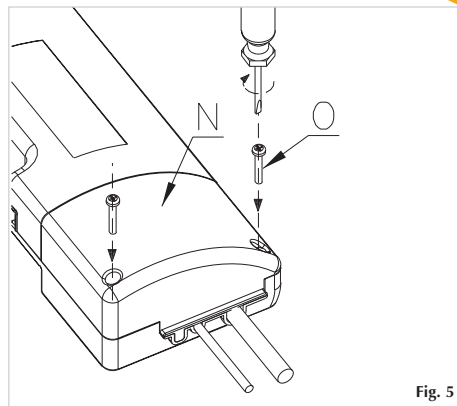
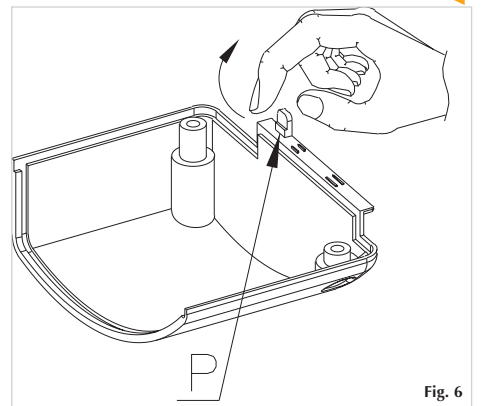

Fig. 5
Fig. 6
- 17) Fermer le fin de course à travers le couvercle en plastique (N) et puis serrez les deux vis (O), vérifier la disposition correcte des câbles (voir figure 5). En présence de moteur avec de l'électro-frein, enlever le pin (P) sur le couvercle en plastique (voir figure 6).
- 17) Close the limit switch through the plastic cover (N) and then tighten with the two screws (O), checking the correct disposition of the cables (see figure 5). In presence of motor with electrobrake, remove the pin (P) on the plastic cover (see figure 6)
- 5) Close the limit switch using the plastic cover ( N ) ( see figure 5 ).
- 5) Fermer le fin de course à travers le couvercle en plastique ( N ) ( voir figure 5 ).